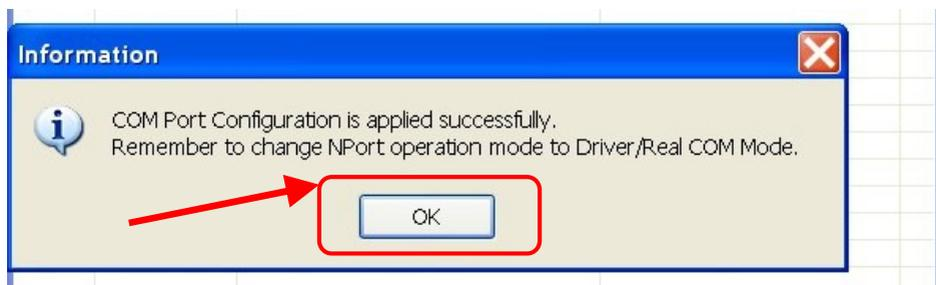

Рис. 17.20. Утилита «NPort Windows Driver Manager», сообщение об успешном применении изменений.
17.23. После появления окна с сообщением об успешном применении изменений, приведённого на Рис. 17.20, нажмите в нём на кнопку «OK».